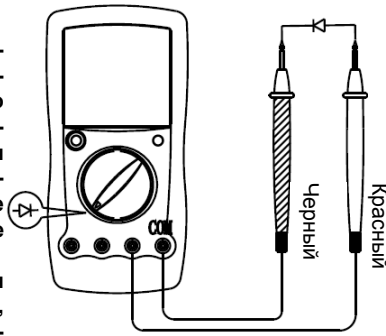

Рисунок 6
- При измерении малых сопротивлений, сопротивление измерительных щупов может добавить к реальному значению от 0,1 до 0,2 Ом. Для получения точного значения при измерении малых сопротивлений соедините концы щупов друг с другом, чтобы на дисплее отобразилось общее сопротивление щупов и мультиметра, и запишите полученное значение (назовем его X). Затем используйте уравнение: Измеренное сопротивление (Y) – (X) = точное значение сопротивления.
D. Проверка диодов (см. Рисунок 6)**⚠ Предупреждение**